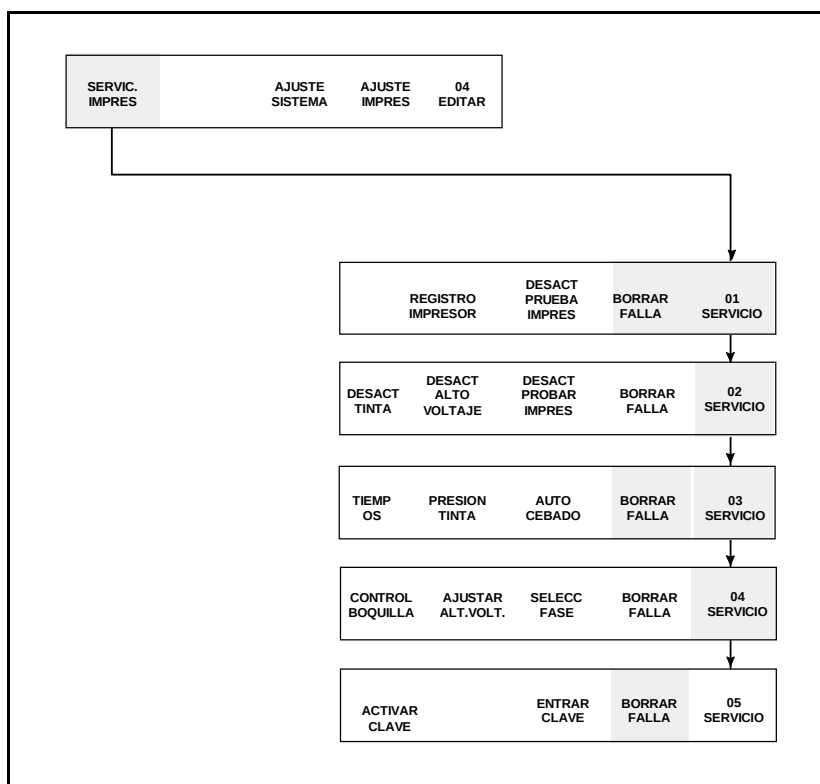

Figura 5-7. Acceso a <BORRAR FALLA>
Para su comodidad, la función Borrar Fallas se encuentra disponible en cinco lugares del modo Servicio. Cada una ellas funciona en forma idéntica. Vea la Figura 5-7.
1. Vea la Figura 5-7 y ubique el Marco <01, 02, 03, 04 ó 05 SERVICIO>.